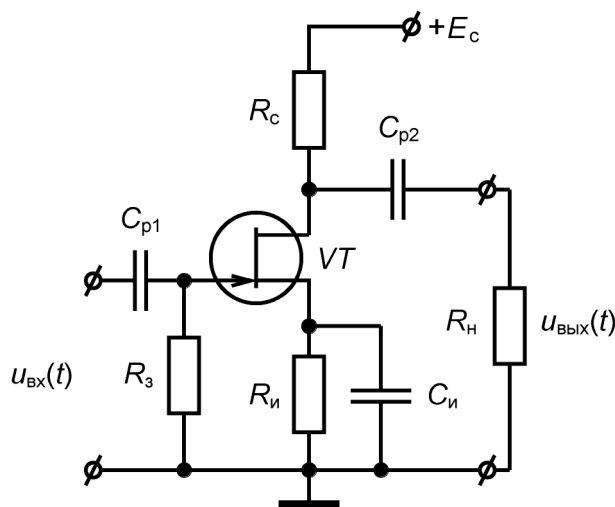

Рис.2. Схема исследуемого каскада RC-усилителя на ПТ
– используя модули с нужными компонентами, собрать на монтажной панели схему каскада ОИ, представленную на рис. 2.